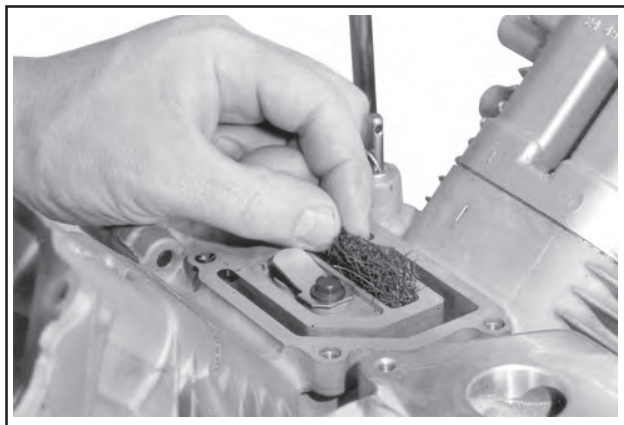

Abbildung 11-57. Installation des neuen Entlüfterfilters.
4. Den Entlüfterfilter in seine Position im Kurbelgehäuse einsetzen. Sicherstellen, dass keine Litzen des Filters auf der Dichtungsfläche vorhanden sind. Siehe Abbildung 11-57.